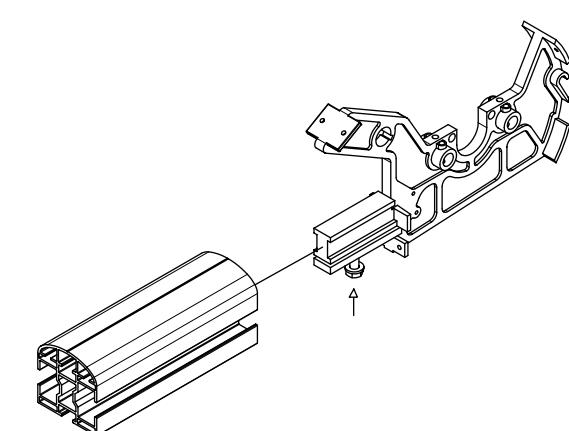

Abb. 3
1. Schieben Sie die Tuchwellenkonsole für die Endlagerseite mit ihrer Einsteknase in die zentrale Hohlkammer der Führungsschiene ein (Abb. 3).